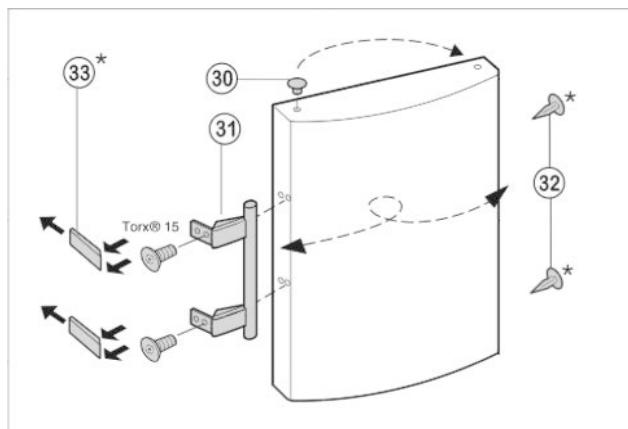

Fig. 7
- Извлеките пробку Fig. 7 (30) из опорной втулки дверцы и переставьте.
- Снимите и переставьте на противоположную сторону дверную ручку Fig. 7 (31), пробки Fig. 7 (32) и прижимные пластины Fig. 7 (33).